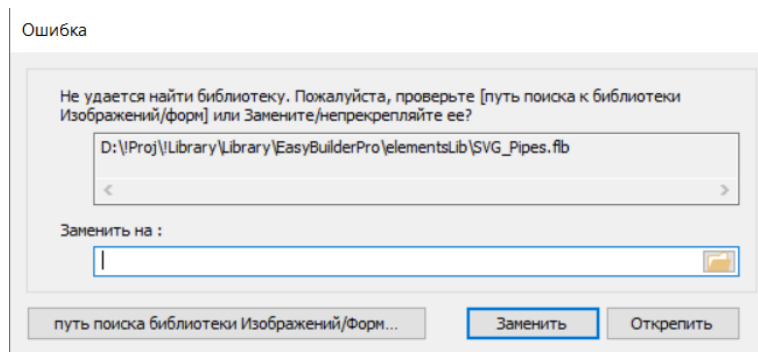

Рисунок 2.8 – Ошибка отсутствия файла библиотечных элементов
3. В случае если библиотека элементов «SVG_Pipes.flb» еще не была добавлена в проект, то при его запуске будет отображено всплывающее окно «Ошибка» (рисунок 2.8). Для того чтобы